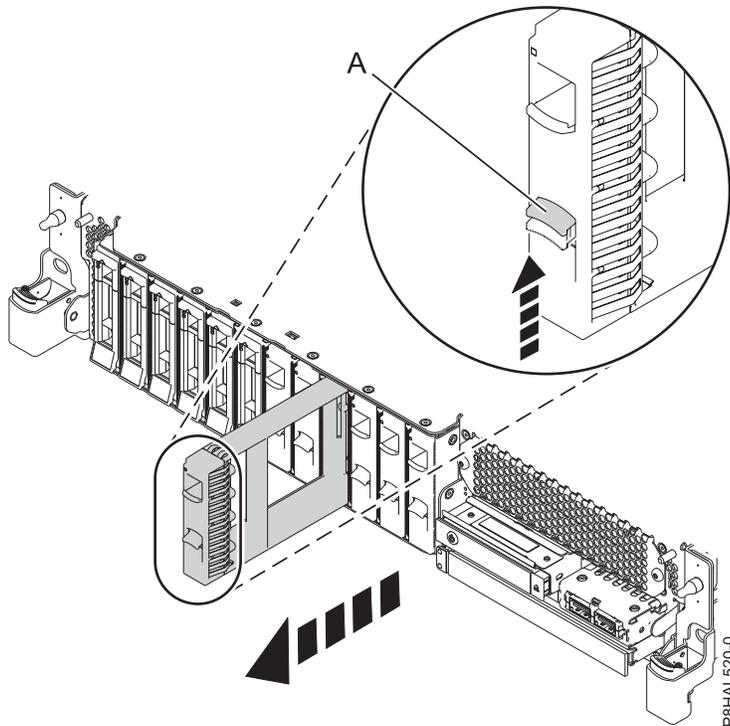

図 12. 基本機能 システムからのディスク・ドライブ・フィラーの取り外し
- a. フィラーのハンドルのロック (**A**) を、18 ページの図 12 に示されている方向に押します。